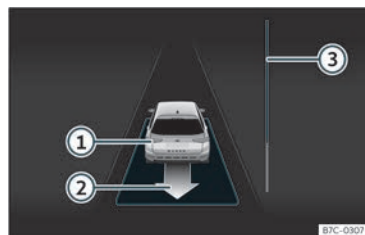

Fig. 182 Na pantalla do cadro de instrumentos: desaparcarse dun espazo en liña.
- Retroceda ata que soe o sinal continuo del ParkPilot; **OU BEN:** vaia marcha atrás ata que na pantalla do cadro de instrumentos apareza a indicación de dar marcha adiante. A barra de progreso>>> **fig. 182**  indica a distancia a percorrer>>> páx. 271.